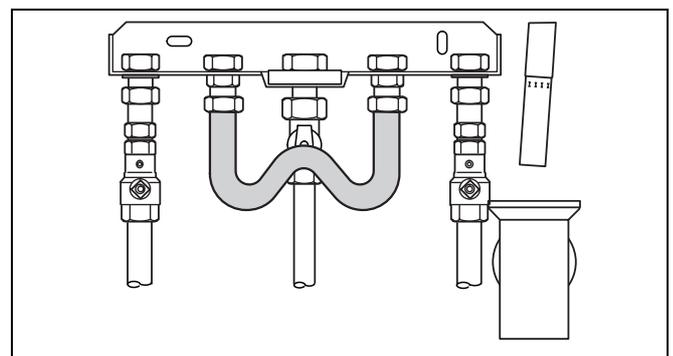
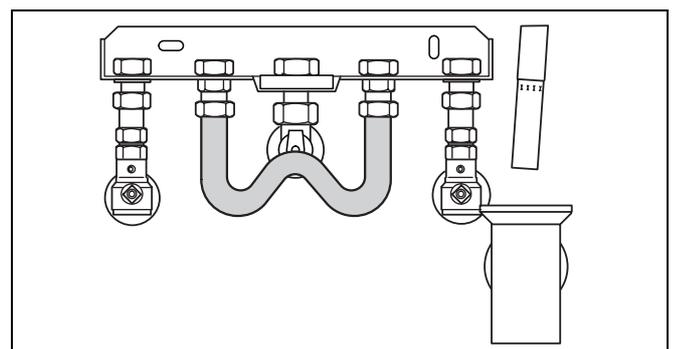

Fig. 2 Collegamenti tubazioni soprintonaco con U-KS
Fig. 3 Collegamenti tubazioni sottointonaco con U-KS
- Collegare le tubazioni senza provocare tensioni meccaniche (fig. 2 e fig. 3).
- Installare il tubo cortocircuitante UK-S (accessorio) fra la mandata ed il ritorno dell'accumulatore (fig. 2 e fig. 3).